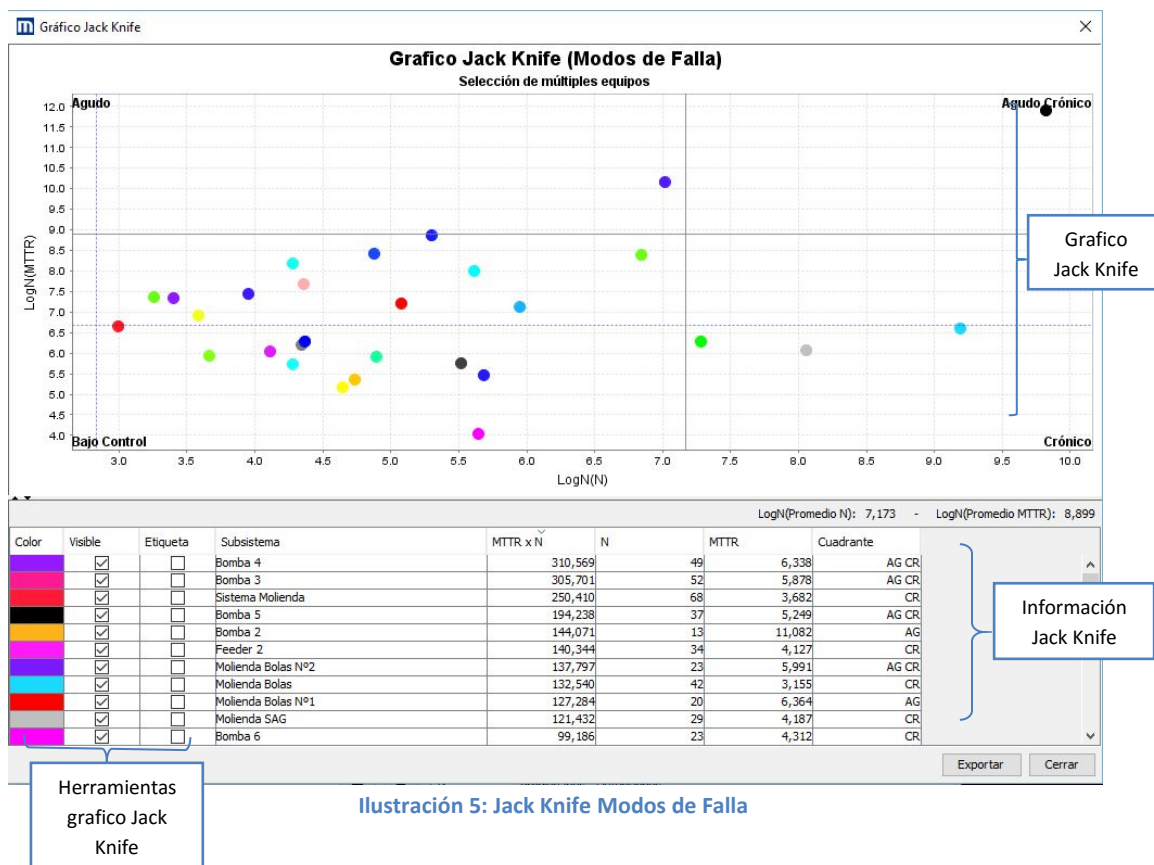

Ilustración 5: Jack Knife Modos de Falla
- Gráfico Jack Knife: El gráfico **Dispersión modos de falla** genera un gráfico de dispersión en base a los modos de falla su frecuencia y MTTR determinando según estos parámetros la criticidad en base a los cuadrantes Agudo, Aguado Crónico, Bajo Control y Crónico. Una vez seleccionados, se genera el gráfico de dispersión con los modos de falla (Ver Ilustración 5).